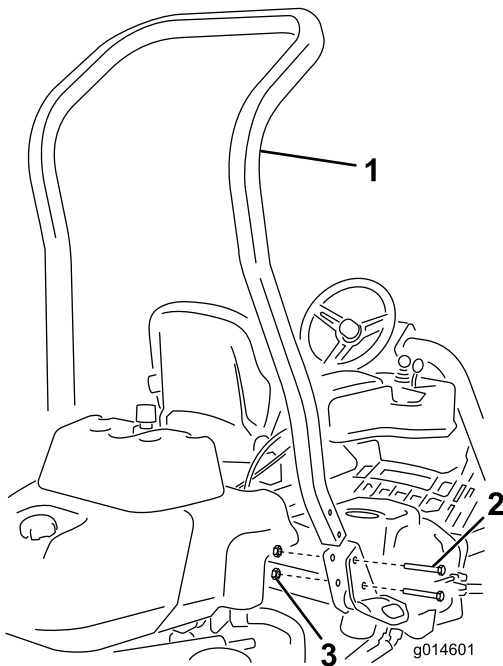

Bild 3
3. Befestigen Sie den Überrollbügel mit vier Schrauben (1/2" x 3-3/4") und vier Bundmütern (1/2") in den Aussparungen an jeder Seite der Maschine (Bild 3).